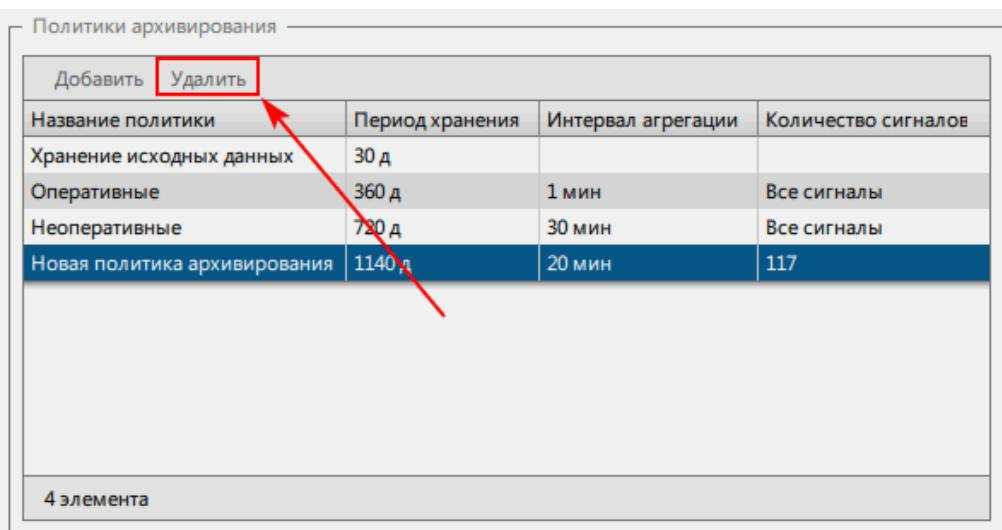

Рисунок 284 - Удалить политику
2. Нажмите Удалить (Рисунок 284).